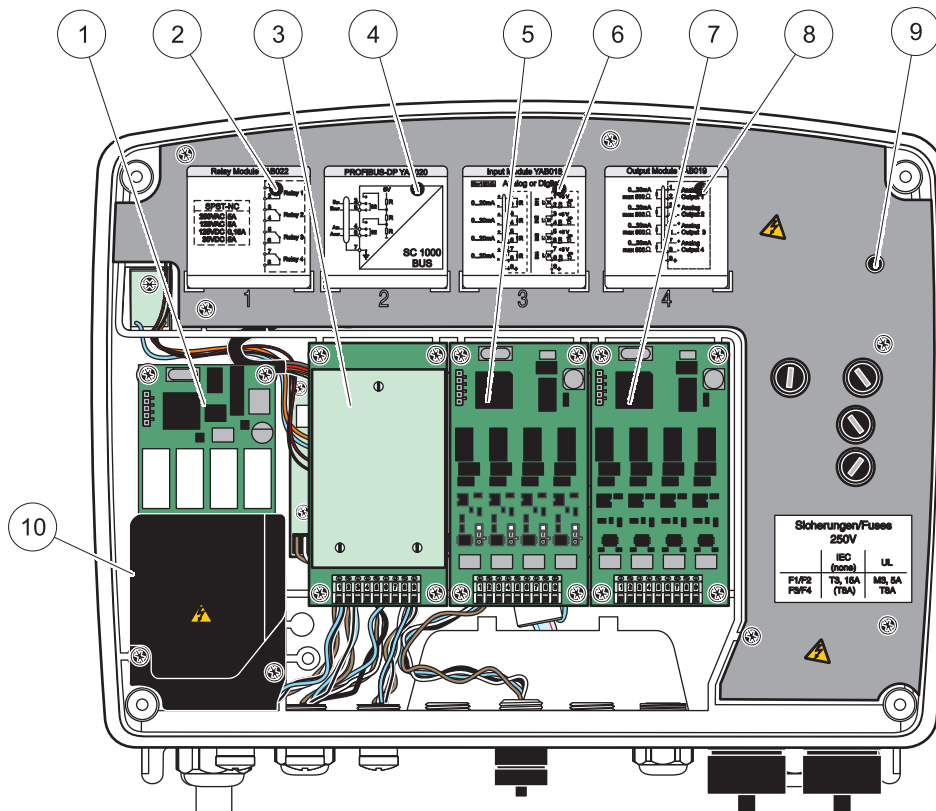

Figura 18 Portas da placa de expansão
3. Ligue a placa de relés na ranhura adequada (Figura 18). Utilize uma chave de parafusos magnética para fixar os quatro parafusos Phillips na placa (é mais fácil ligar as placas ao módulo na posição normal de montagem do que colocadas horizontalmente numa bancada).
6. Escreva o número de série da placa de classificação no autocolante fornecido e coloque-o na barreira de alta tensão (Figura 18). O número de série é o mesmo endereço interno da placa na rede.
2. Ligue a placa de entrada na ranhura adequada (Figura 18). Utilize uma chave de parafusos magnética para colocar os quatro parafusos na placa.
5. Escreva o número de série da placa de classificação no autocolante fornecido e coloque-o na barreira de alta tensão (Figura 18).
2. Ligue a placa de saída na ranhura adequada (Figura 18). Utilize uma chave de parafusos magnética para colocar os quatro parafusos na placa.